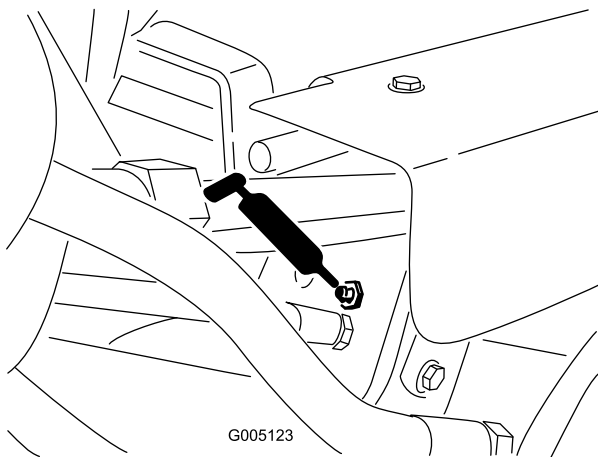

Figura 30
- Cilindros de elevación (3) (Figura 30)